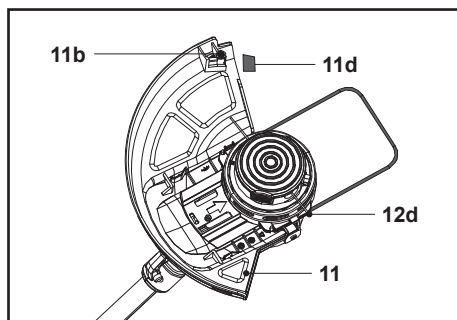

Fig. 14
Apărătoarea (11) protejează operatorul de obiectele aruncate în timpul operării. Este echipată cu un cuțit (11b) care taie firele de tăiere (12d) (fig. 14).